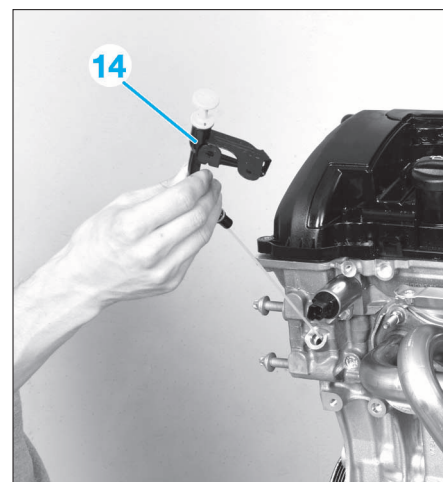

FIG. 4
- la jauge à huile (14) (Fig.4).